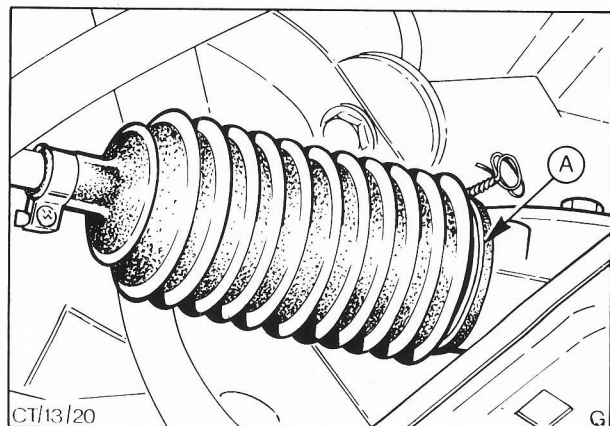

Abb. 51 Eingebaute Faltbälge
**Die werkseitig montierten Befestigungsdrähte, Abb. 51, dürfen nicht wieder verwendet werden. Faltbälge stets mit neuen Schraubschellen befestigen!**